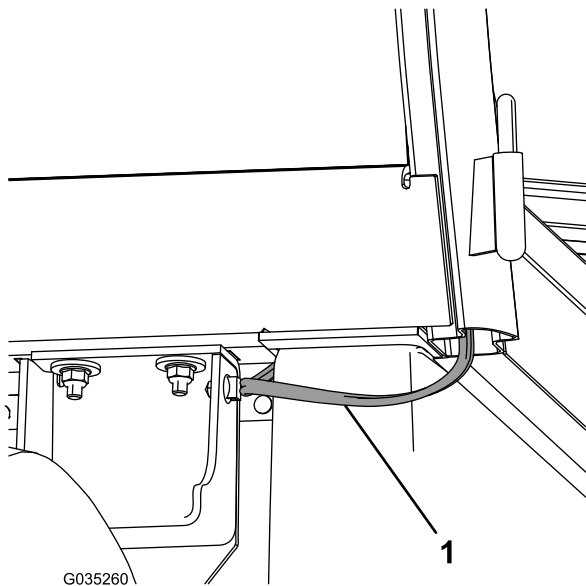

Рисунок 19
4. Проложите жгут проводов позади кабины и под сиденьем и прикрепите зажим жгута проводов к боковой панели (Рисунок 19).
3. Проложите жгут проводов позади кабины и под сиденьем и прикрепите зажим жгута проводов к боковой панели (Рисунок 19).